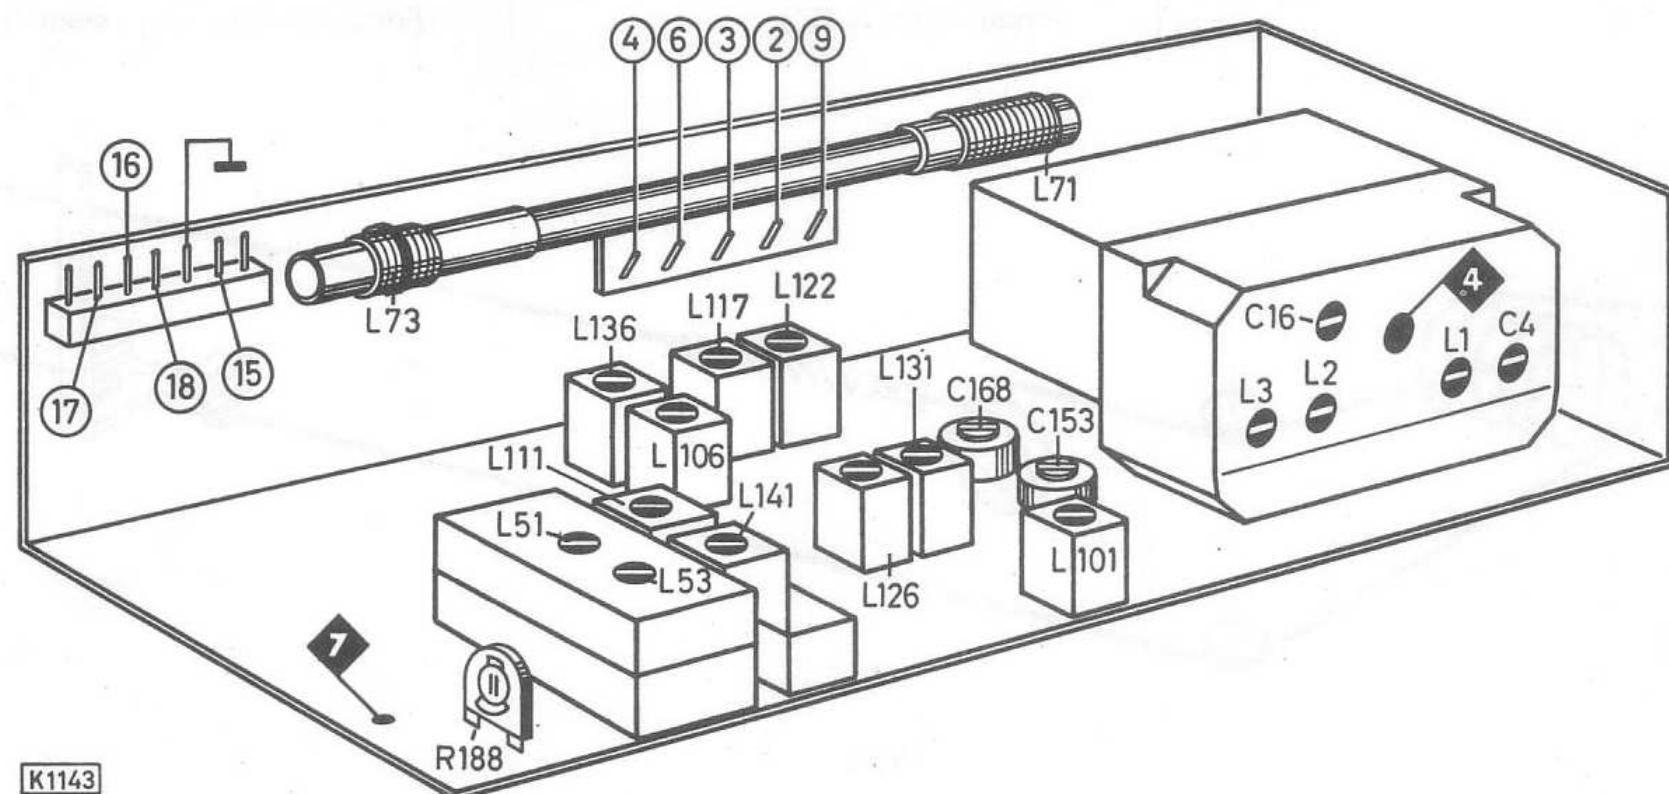

Fig. 8
- 2.4 Une minute env. après avoir mis le poste en marche, régler le courant de repos avec le potentiomètre ajustable R 188 (fig. 8) sur 4 mA + 20 – 10 %.